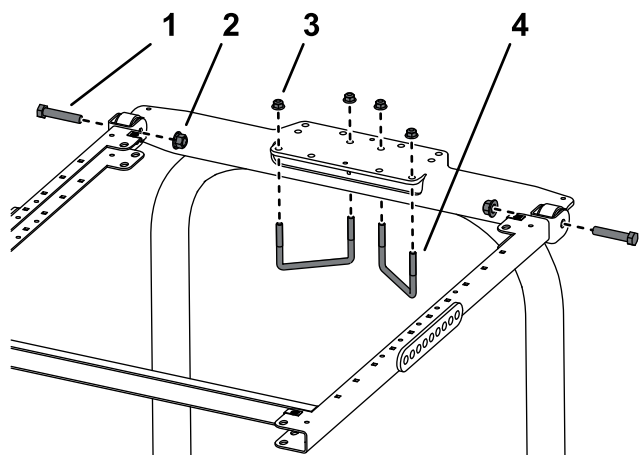

Figure 25
8. Placez le support du ROPS au sommet de l'arceau de sécurité du groupe de déplacement (Figure 25).